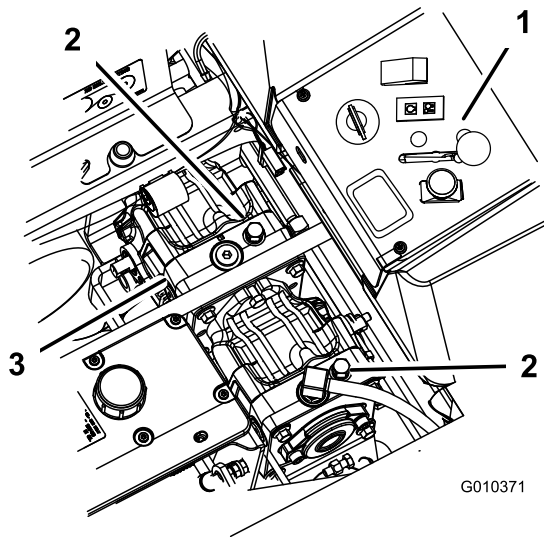

Figure 31
2. Tournez les vannes de dérivation d'un tour dans le sens anti-horaire. Cela permet au liquide hydraulique de contourner la pompe et aux roues de tourner (Figure 31).
Tournez les vannes de dérivation d'un tour dans le sens horaire pour conduire la machine (Figure 31).